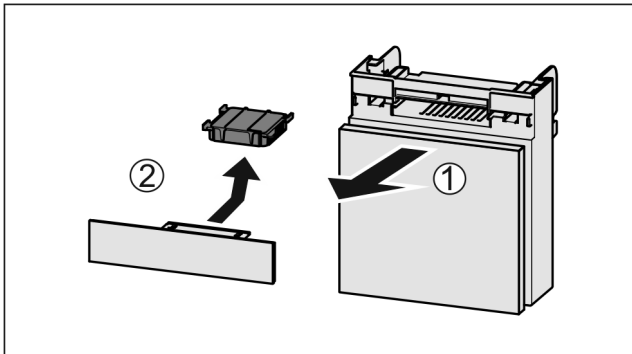

Fig. 126
- ▶ Trekk ut Fig. 126 (1) hyllen fremover.
- ▶ Ta ut Fig. 126 (2) aktivkullfilteret.